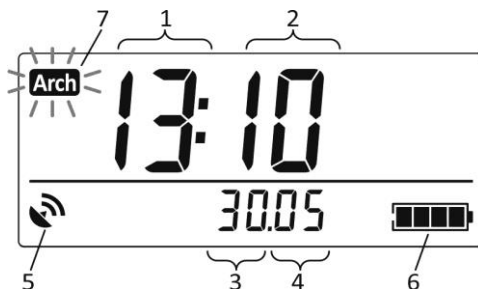

Рисунок 2.33 – РКІ дозиметра
2.3.6.9.4.2 В цьому режимі на РКІ дозиметра відображаються (рис. 2.33):
- години (1);
- хвилини (2);
- число (3);
- місяць (4);
- символ стану навігаційного приймача (5);
- символ стану акумулятора (6);
- ознака (7) критичного заповнення енергонезалежної пам'яті дозиметра, в якій зберігається історія накопичення АЕД (2.3.4 цієї НЕ).